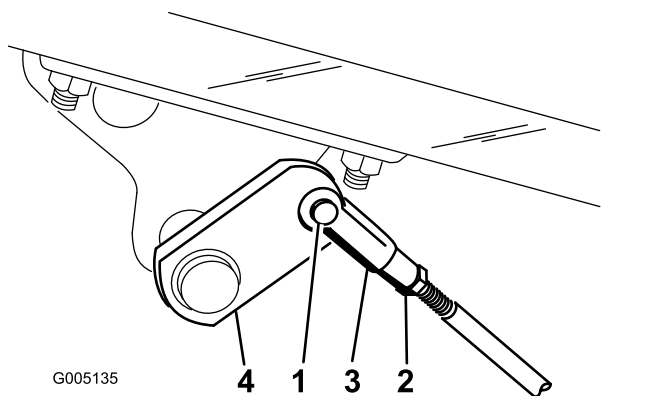

図 50
- A. コッターピンとクレビスピンを外して、ブレーキロッドを外す **図 50**。
- B. ジャムナットをゆるめ、クレビスを調整する **図 50**。
- C. クレビスをシャフトに取り付ける **図 50**。